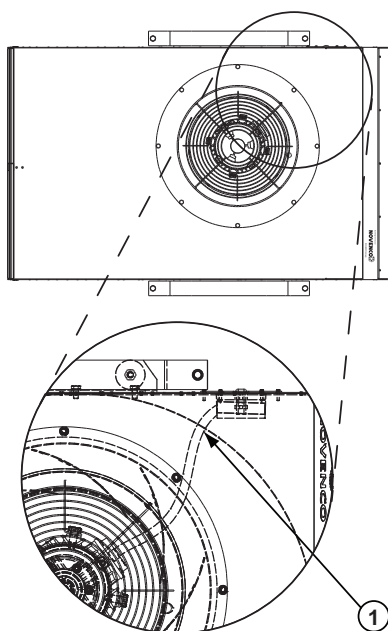

Abb. 6. Lösen des internen Anschlusskabels
- 3 Das Motorkabel im Klemmkasten abtrennen und den internen Kabelanschluss an der Trennstelle zur Druckkammer lösen (1, Abb. 6). Dabei das Kabel ganz in die Druckkammer hineinschieben.